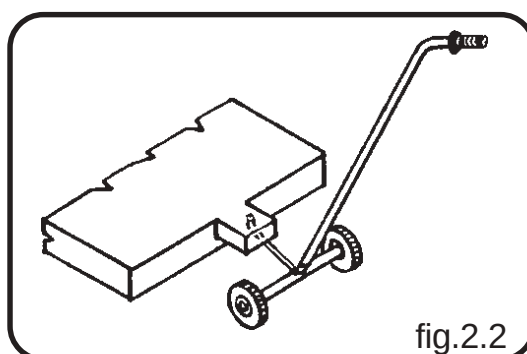

fig.2.2
- La base della macchina è dotata di due ruote sul lato posteriore e di un attacco sul lato anteriore. Il movimento su superfici piane può essere effettuato usando il carrello (vedi fig.2.2). Il baricentro della macchina è collocato in posizione centrale e quindi può essere sollevata usando un carrello elevatore, dopo averlo posto su di un pallet di legno per consentire alle forche di passarne al di sotto. Posizionare la macchina su una superficie piana, lasciando ampio spazio intorno ad essa per una facile manutenzione e manovrabilità.
- The bedplate is provided with two wheels in its rear side and a connection in its front side. On a level surface the machine can be moved by using a trolley (see fig.2.2).